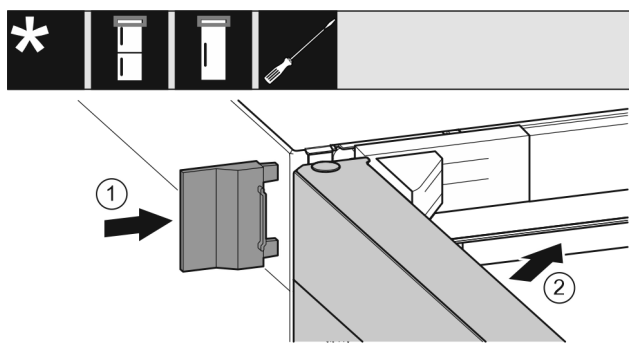

Fig. 22
- ▶ Împingeți apărătoarea exterioară. Fig. 22 (1)
- ▶ Închideți ușa superioară. Fig. 22 (2)